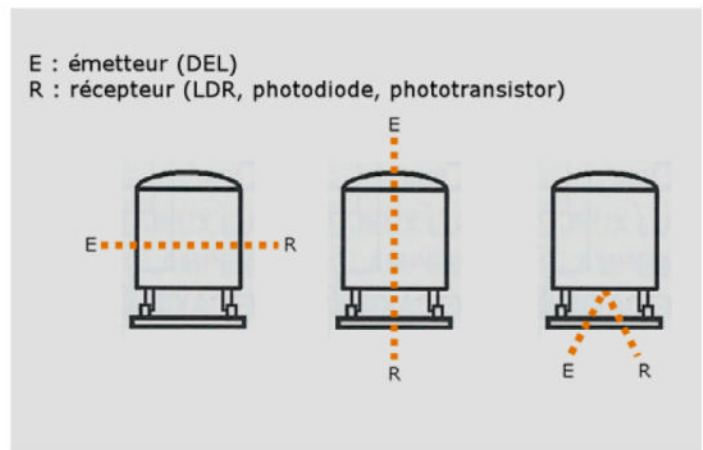

FIGURE 5. DÉTECTEURS IR.
Les capteurs infra-rouge (IR) sont constitués d'un émetteur et d'un récepteur de rayonnement infra-rouge. Rappelons que l'IR se situe au-delà du rouge dans le spectre d'émission de la lumière solaire mais ce rayonnement est invisible à l'œil humain alors qu'il peut augmenter la température d'un thermomètre. Émetteur et récepteur peuvent être positionnés de chaque côté d'une voie et envoient un signal lorsque le faisceau est coupé par la présence d'un train. Mais l'émetteur et le récepteur peuvent aussi être situés d'un même côté et le rayon émis se réfléchit sur la surface du train à détecter avant de revenir au récepteur qui donnera un signal comme le montre la **figure 5**.